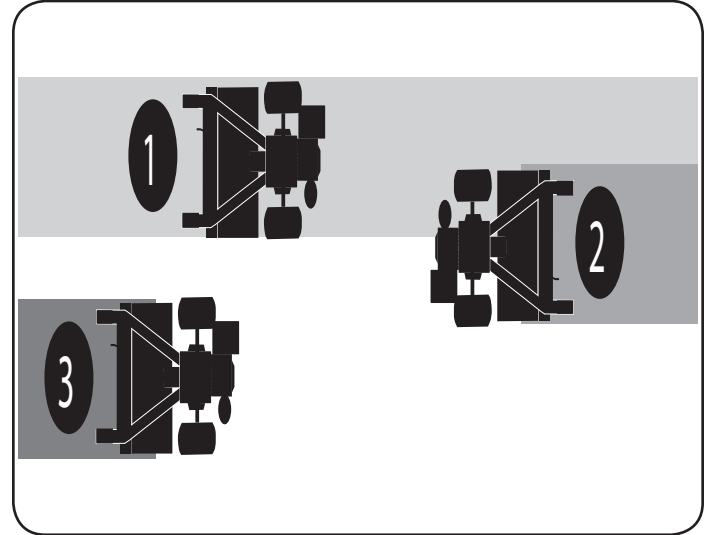

Figura 19
- Si las dimensiones del jardín no permiten la labranza en sentido longitudinal y luego transversal, traslape las primeras pasadas por la mitad del ancho de la cultivadora, continuando con sucesivas pasadas a un cuarto del ancho. Vea la Figura 19.